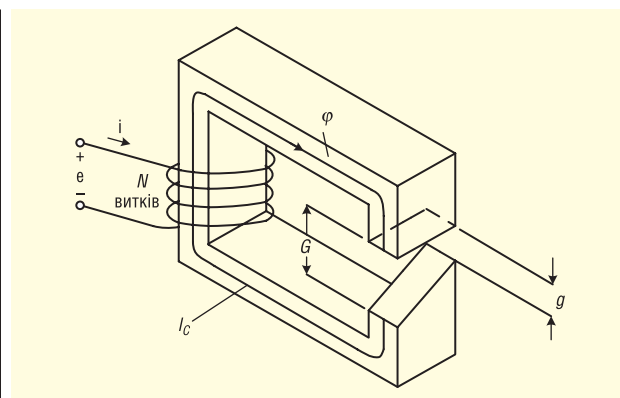

Рис. 55. Схематичне зображення осердя з похилим зазором [206]
Більш точно $L-I$ характеристика може бути задана за допомогою похилого зазора, величина якого змінюється від мінімального (g) до максимального (G) значення (рис. 55). Похилий зазор можна розглядати як нескінченну кількість